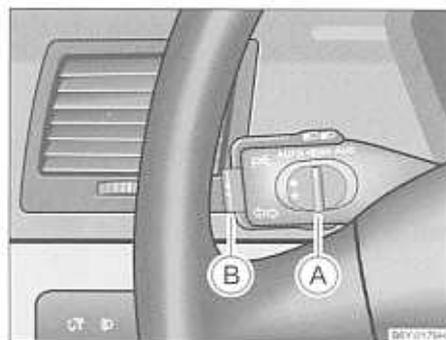

Fig. 86 Palanca de mando: pulsador y conmutador desplazable del sistema regulador de la velocidad
- Empuje el interruptor desplazable (A) ⇒ fig. 86 a la posición **ON (CON.)**.
- Una vez alcanzada la velocidad a mantener, presionar brevemente el pulsador (B).
- Se puede **aumentar** la velocidad memorizada sin accionar el pedal acelerador empujando el conmutador desplazable (A) ⇒ fig. 86 a la posición **RES (REAN.)**.
- También se puede desconectar el sistema regulador de la velocidad empujando el interruptor desplazable **(A)** ⇒ página 107, fig. 86 hacia la derecha a la posición intermedia anterior a la posición **OFF** (DESCON.). A continuación, el conmutador desplazable volverá automáticamente a la posición **ON** (CON.).
La **reanudación** de la velocidad memorizada se efectúa al soltar el pedal de freno o de embrague, en vehículos con cambio automático sólo al soltar el pedal de freno, y después de empujar brevemente el conmutador desplazable **(A)** ⇒ página 107, fig. 86 hacia la izquierda hasta el tope a la posición **RES** (REAN.).
- Empujar el interruptor desplazable **(A)** ⇒ página 107, fig. 86 hacia la derecha hasta el tope a la posición **OFF** (DESCON.). ■